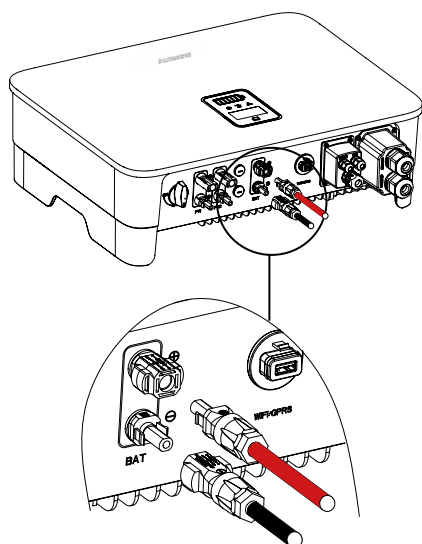

Fig. 49. Conexión de la batería.
6. Inserte los conectores positivo y negativo en los terminales respectivos de la batería del inversor. Un "clic" garantizará el correcto ensamblaje, como se muestra en la Fig. 49.